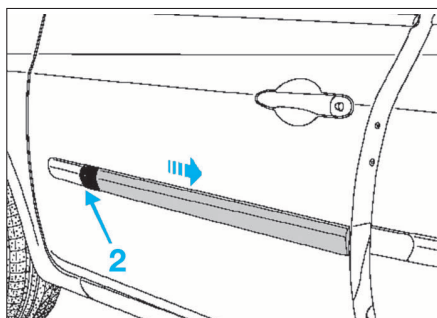

FIG. 81
- Déposer le répéteur (2) de porte à l'aide d'un tournevis plat (Fig.81).